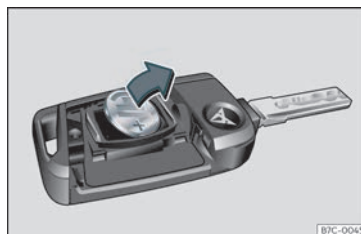

Fig. 73 Chave do veículo: extração da pilha.
- Extraia a pilha do compartimento com um objeto fino adequado»» **Fig. 73**.
- Coloque a pilha nova conforme se mostra »» **Fig. 73** pressionando-a para o compartimento da pilha, no sentido contrário ao da seta »» ❶.